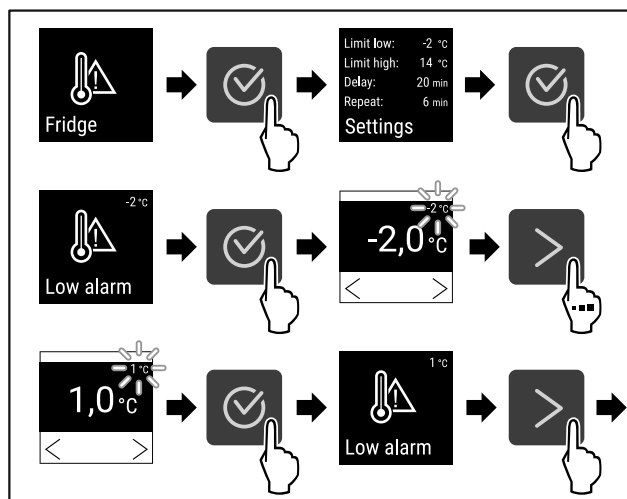

Fig. 126
- ▶ Suivre les étapes (voir Fig. 126) .